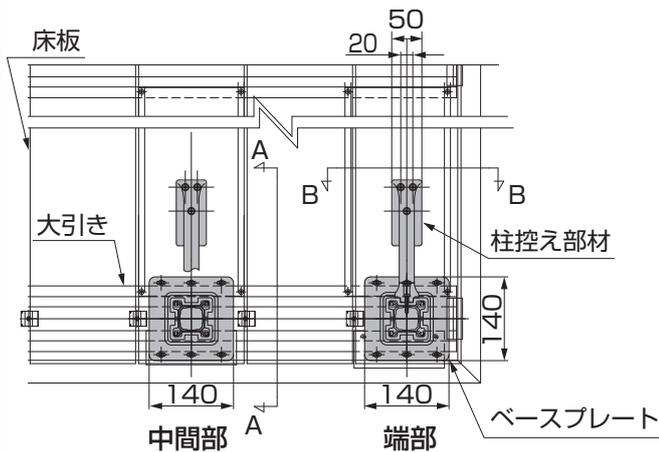
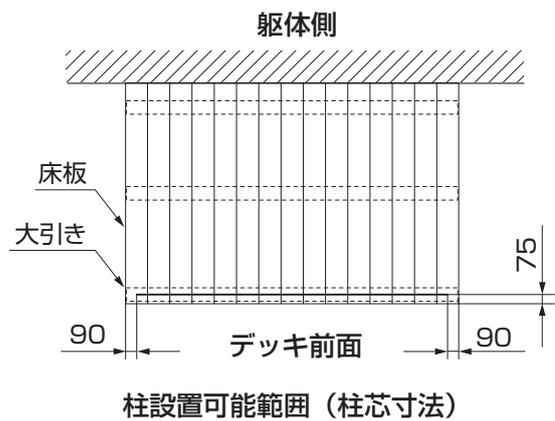

図4-29
図4-30
- デッキの中間部に立てる場合、端部に立てる場合には図4-29、図4-30、図4-31、図4-32を参照して取付けてください。